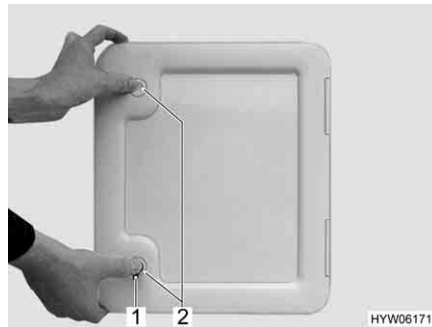

Fig. 16 Sportello per il serbatoio fecale
- Inserire la chiave nel cilindro della serratura a pressione (Fig. 16,1) e ruotare di un quarto di giro.
- Premere contemporaneamente con i pollici entrambe le serrature a pressione (Fig. 16,2) e aprire lo sportello del serbatoio fecale.
- Inserire la chiave nel cilindro della serratura (Fig. 16,1) e ruotare di un quarto di giro.